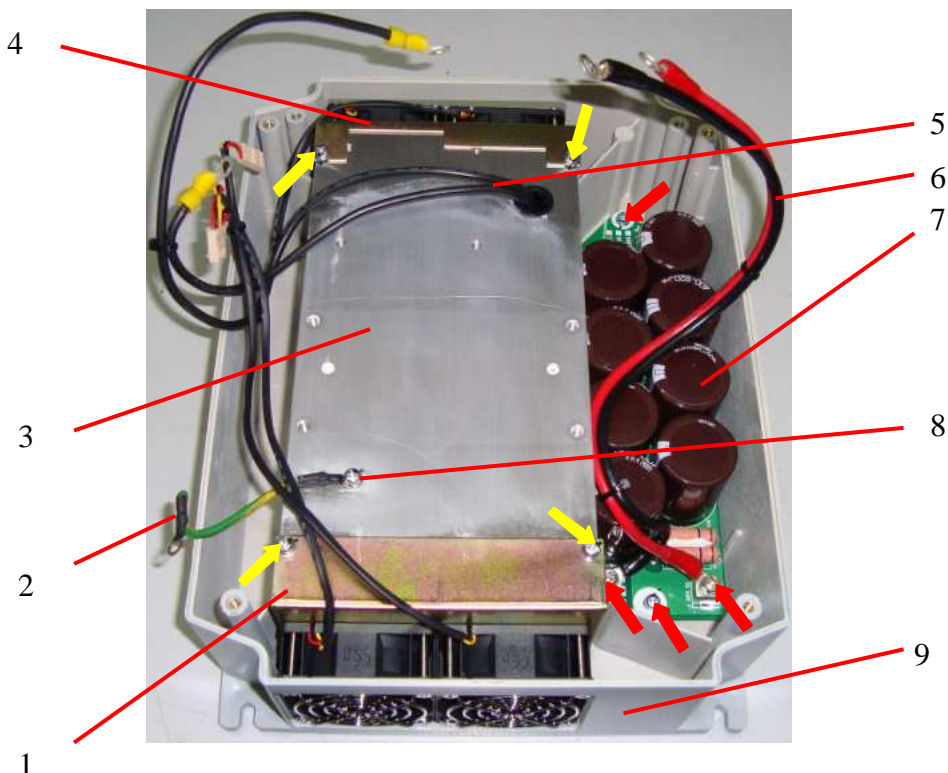

Рис. 6.10
6.7.1. Выкрутить 4 винта крепления верхней и нижней панелей вентиляторов (рис. 6.10, желтые стрелки), демонтировать панели вентиляторов. Положить панели вентиляторов и винты в тару.
6.7.2. Выкрутить винт 8 крепления провода заземления 2 (рис. 6.10). Положить провод заземления и винт в тару.
6.8.1. Выкрутить винты крепления емкостной платы и проводов звена постоянного тока (рис. 6.10, красные стрелки).